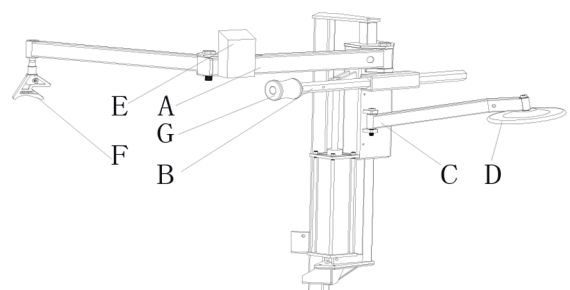

Fig. 12
- 4) Instale o braço giratório (A), braço horizontal hexagonal (B) e o suporte do braço destalonador de suspensão do pneu (C) separadamente na desmontadora de pneus; (Fig. 12)
- 5) Instale o braço destalonador de suspensão de pneus (D), o interruptor (E), o cabeçote de pressão de pneus (F) e destalonador de pressão de pneus (G) separadamente na desmontadora de pneus; (Fig. 12)
A Fig. 12 mostra as partes funcionais do dispositivo 036:
Cuidado: O suporte do destalonador não pode ser usado para todos os pneus, alguns pneus precisam da seguinte operação: Mova o cabeçote de montagem acima do aro; insira a alavanca de suspensão na folga entre o talão inferior e o aro, pendure o pneu no cabeçote de montagem (Fig. 12); pise no pedal da fonte de alimentação para girar o prato giratório. O pneu é totalmente descolado com a ajuda do cabeçote de montagem.